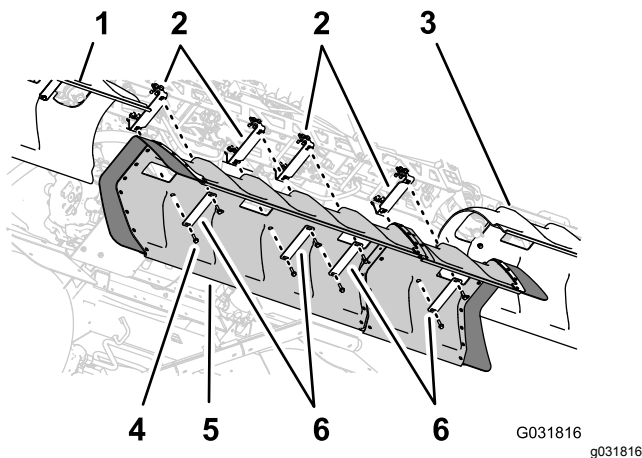

Figure 154
1. Alignez les trous dans le couvercle de la section centrale et ceux dans les supports du couvercle (Figure 154).
2. Alignez les trous dans 2 des brides de couvercle que vous avez retirées à l'opération 1 de 6 Dépose du couvercle de la section centrale (11 buses) du kit rampe couverte en option (page 18) et les trous dans le couvercle et 2 des supports (Figure 154).
4. Alignez les trous dans les 2 brides de couvercle (réf. Toro 120-0629) sur les 4 trous restants dans le couvercle et les 4 trous restants dans les supports (Figure 154).
5. Fixez les brides et le couvercle aux supports (Figure 154) à l'aide des 4 boulons à embase (5/16" x 1¼" – réf. Toro 323-36)